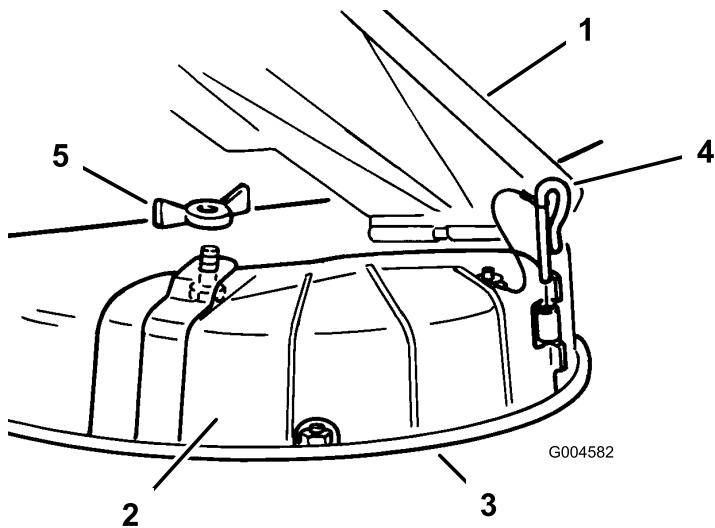

Figura 4
1. Levante el deflector de hierba y coloque la tapa de descarga sobre la abertura, en el borde inferior del cortacésped, e introduzcalo en la bisagra delantera (Figura 4).
2. Coloque el pasador en la bisagra (Figura 4).
3. Fije la tapa de descarga al cortacésped con la tuerca de orejeta (Figura 4).